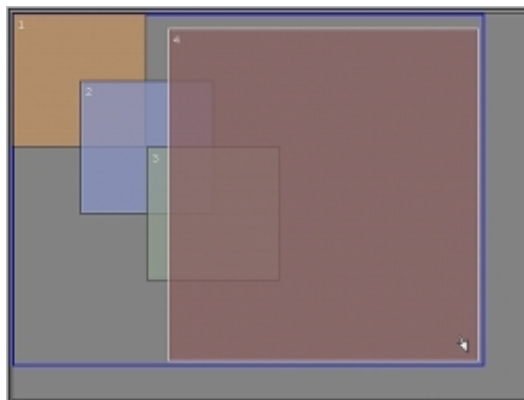

Imagen 6-7
2. Mueva el ratón para aumentar o disminuir la ventana. Las coordenadas de la ventana seleccionada cambian automáticamente al mover la ventana o al cambiar el tamaño. (imagen 6-7)